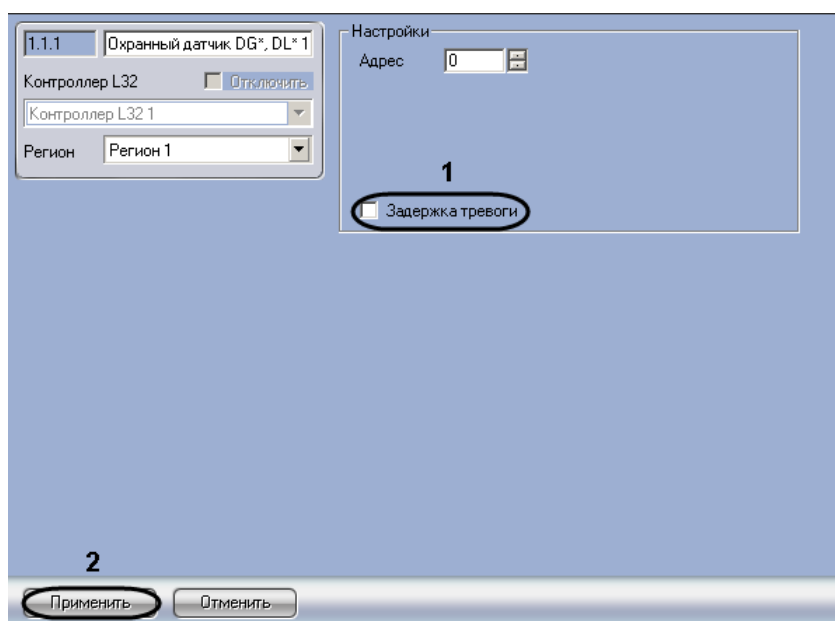

Рис. 3.3—11 Настройка Охранного датчика DG*, DL*
2. В случае, если требуется инициировать тревогу в системе с задержкой, необходимо установить флажок **Задержка тревоги** (см. Рис. 3.3—11, 1).